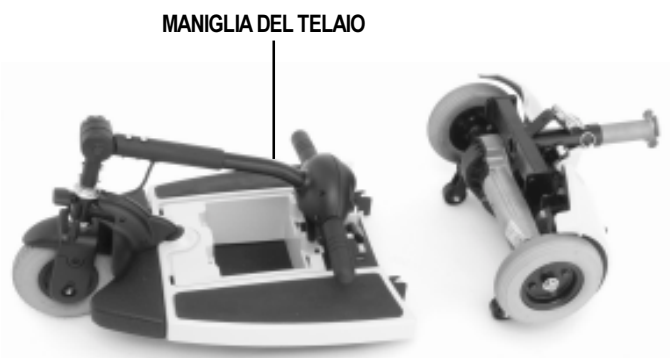

Figura 22. Le due sezioni del telaio
1. Posizionare retrotreno e avantreno del Sonic come da figura 22.